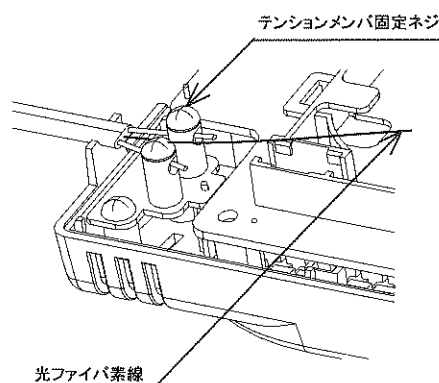

図 4-12 テンションメンバの固定
- 以下の手順で、テンションメンバをテンションメンバ固定金具に固定します。(図 4-12 参照)